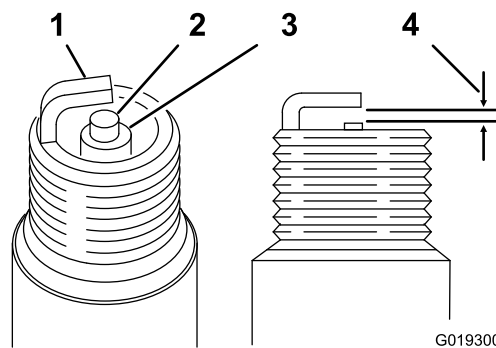

図 45
4. それぞれの点火プラグについて、中央の電極と側面の電極とのすきまを、0.76 mm に調整する 図 45 を参照。ガスケットシールと共に点火プラグをエンジンに取りつけ、22 N・m 2.3 kg・m=16 ft・lb にトルク締めする。